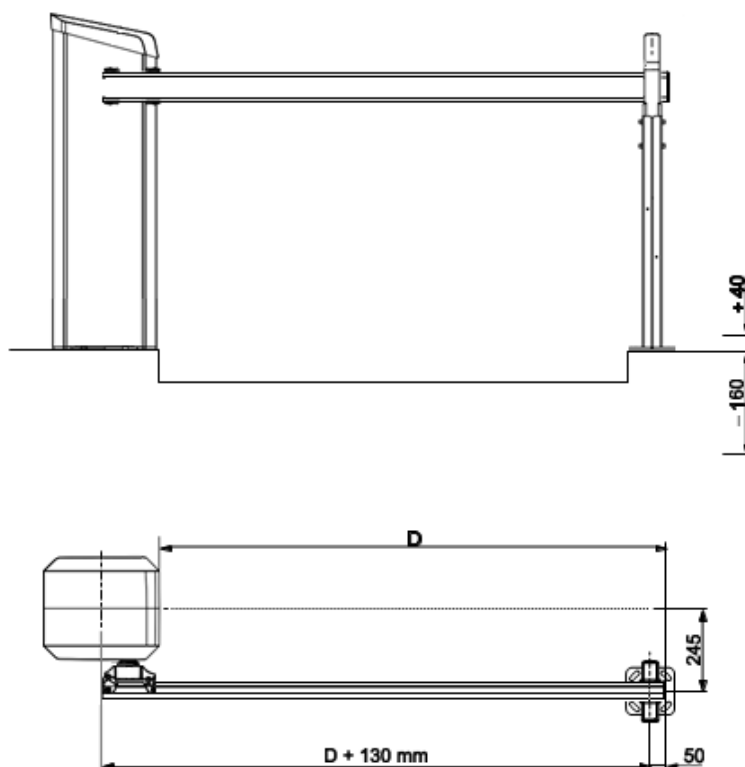

Fig. 13: Dimensões do gabinete de cancela – Postes (dimensões em mm)
- Colocar o poste central a uma distância de 50 mm da extremidade da haste de cancela. → Ver pág. 47, Fig. 13.